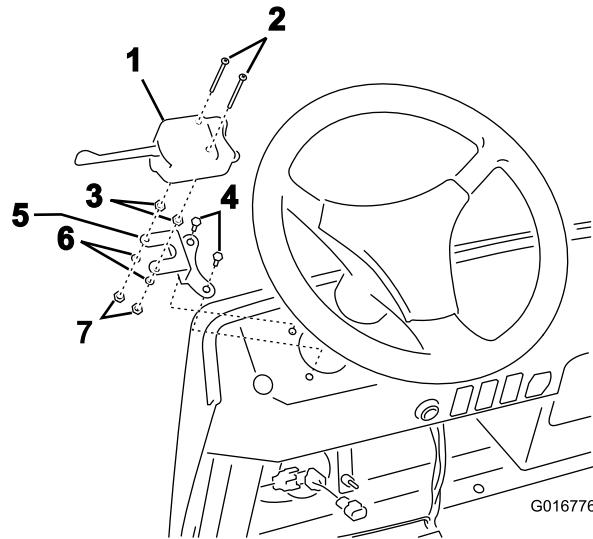

Figura 2
3. Retire os 2 parafusos existentes do controlador do sinal de mudança de direcção e substitua-os por parafusos mais compridos das peças soltas (Figura 2).